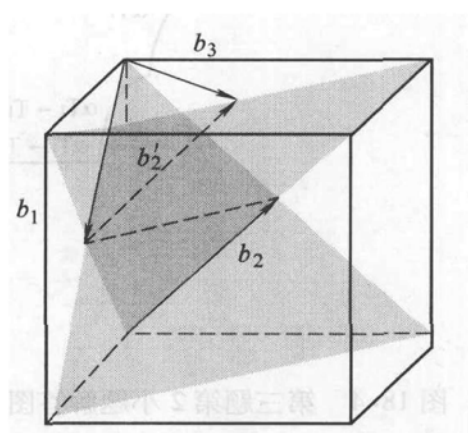

图 18-3 第二题第 3 小题解答图
3. 新位错为 $b_3 = \frac{a}{2} [110]$ 。位错线为 (111) 面与 $(\bar{1}\bar{1}\bar{1})$ 面的交线 $[\bar{1}10]$ 。两者垂直, 因此是刃型位错。如图 18-3 所示。
4. $\{110\}$: (110) (101) (011) ($\bar{1}\bar{1}0$) ($\bar{1}0\bar{1}$) ($0\bar{1}\bar{1}$)